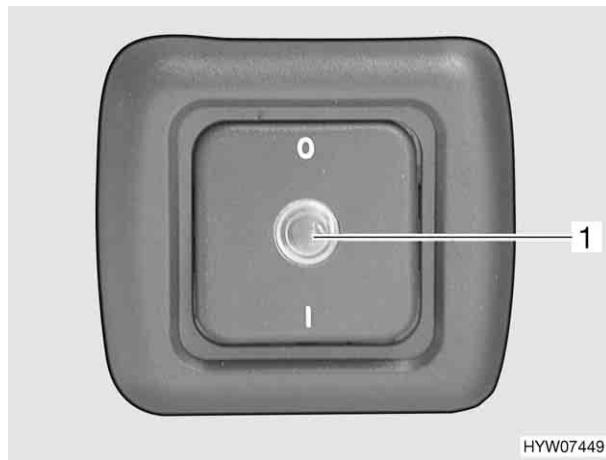

Fig. 89 Interruttore di comando per scaldaacqua
Con l'interruttore di comando (Fig. 89,1) si inserisce la modalità di funzionamento elettrico. La luce spia rossa (Fig. 89,1) si accende.
- Spegnere l'interruttore di comando (Fig. 89). La luce spia rossa (Fig. 89,1) non si accende.
- Inserire l'interruttore di comando (Fig. 89). La luce spia rossa (Fig. 89,1) si accende. L'acqua nello scaldaacqua viene riscaldata a 65 °C.